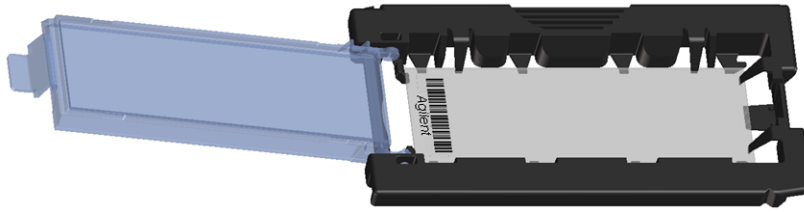

Figura 8 Placa insertada en portaplacas
- d Baje suavemente la placa en el portaplacas. Consulte Figura 8.